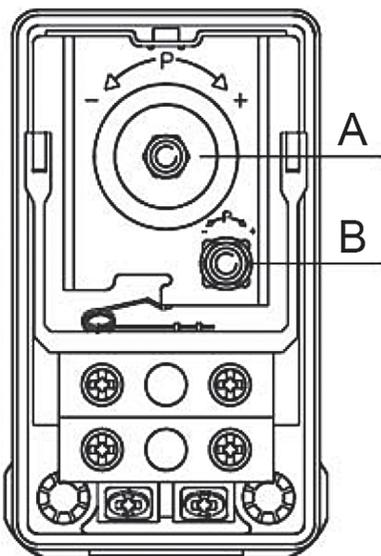

Рис. 5 Реле давления
Давление выключения должно быть ниже максимального рабочего давления насоса и бака. Удалите крышку реле давления, чтобы иметь доступ к регулировочным винтам (см. рис. 5).
1. Поверните винт (поз. А, рис. 5) по часовой стрелке, если хотите повысить давление выключения. Поверните винт против часовой стрелки, если хотите уменьшить давление выключения. Регулируемая разность давлений при этом остается неизменной.
1. Поверните винт (поз.В, рис.5) по часовой стрелке, если хотите уменьшить давление включения. Поверните винт против часовой стрелки, если хотите повысить давление включения. Область регулирования разности давлений расширяется или сужается.